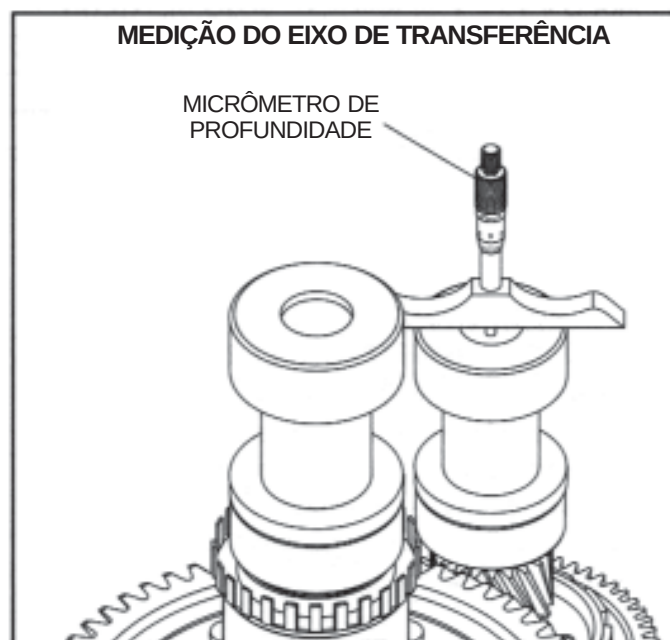

Figura 142
61. Faça a medição da profundidade do êmbolo na ferramenta especial para rolamento do eixo de transferência (307-417), utilizando um micrômetro de profundidade (Vide Figura 142).